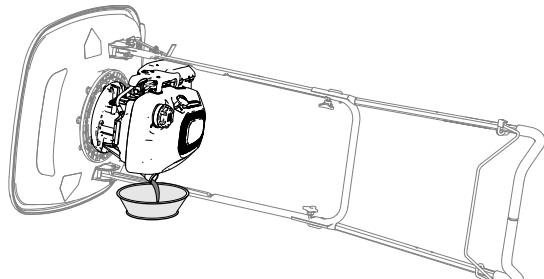

Bild 36
5. Legen Sie eine Auffangwanne neben dem Mähwerk an der Öleinfüllstutzenseite der Maschine und auf den Boden (Bild 36).